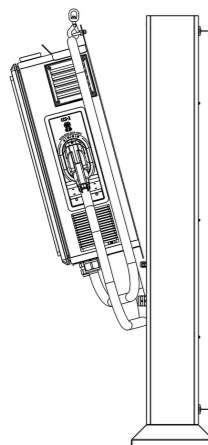

Figura 4.9: Ejemplo de fijación
2. Acerque la estación al tótem y alinee los orificios de la cara posterior con los orificios en la estructura. El movimiento de la WEMOB-STATION puede realizarse utilizando el ojal de izado, según se muestra en la Figura 4.9.